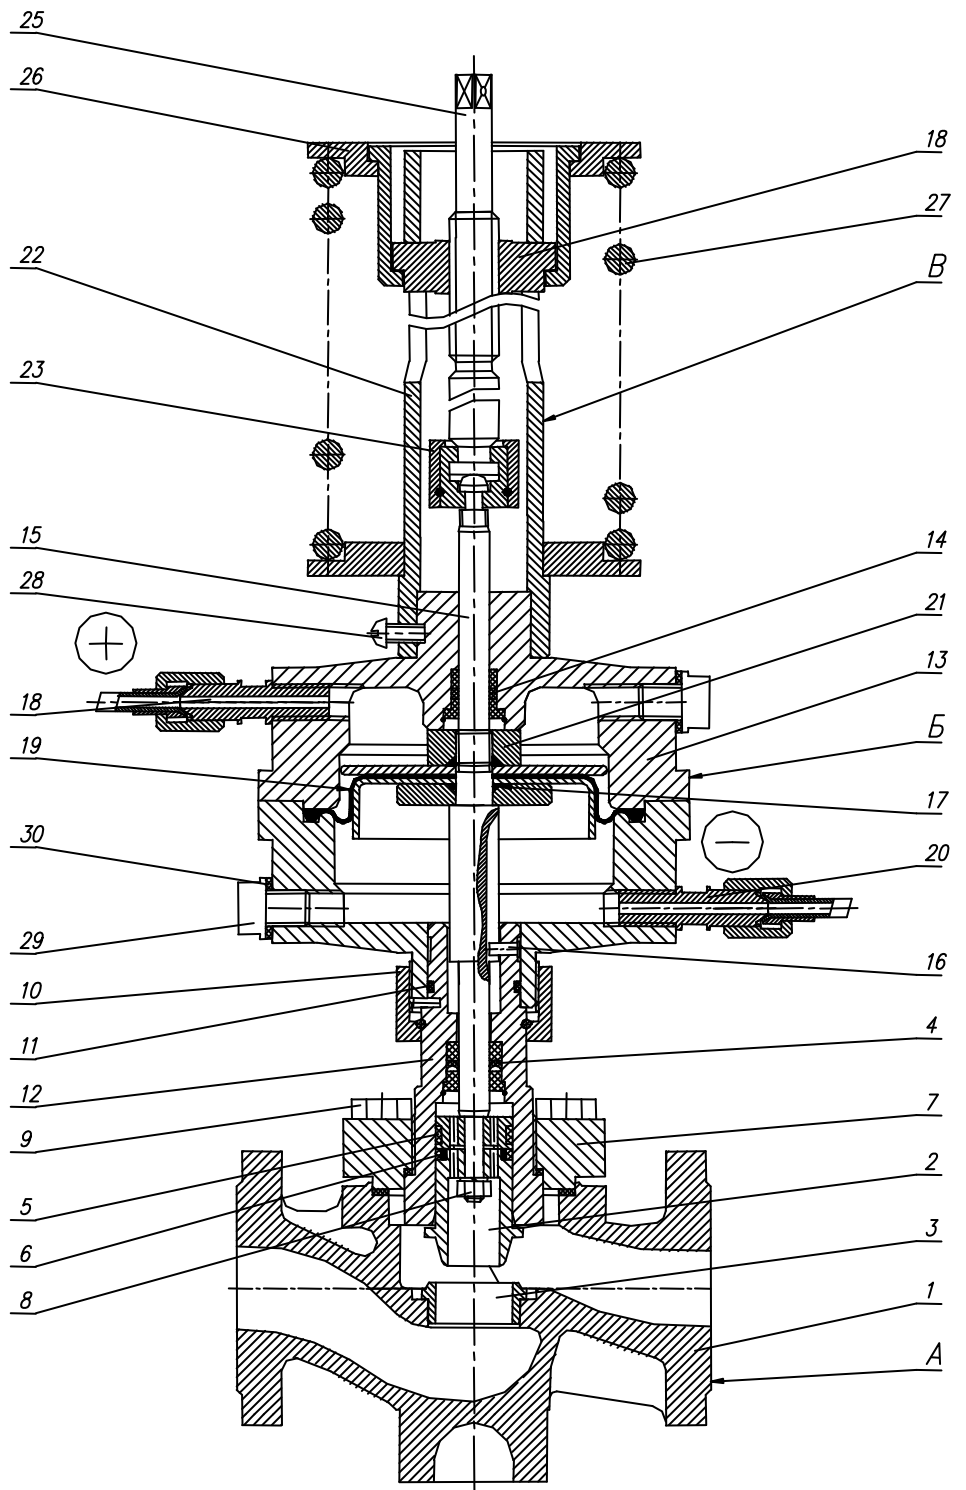

Рисунок 1. Общее устройство регулятора РД-А-25.
2.2.5. Регулятор устанавливать на горизонтальном участке трубопровода согласно схеме подключения (см. рис.1 приложения). Перед регулятором установить магнито-сетчатый фильтр. Регулятор разрешается устанавливать в любом положении: задатчиком вертикально вверх; вертикально вниз; горизонтально в сторону или под любым углом к вертикали. При установке регулятора задатчиком в сторону под мембранную коробку желательно ставить упор для предотвращения механических нагрузок на трубопровод.